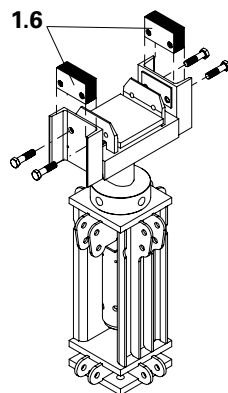

Fig. 13
4. Posizionare le piastre distanziatrici residue in quantità identica su entrambi i lati della forcella con foro laterale. Fissare le piastre distanziatrici con quattro viti. (Fig. 13)